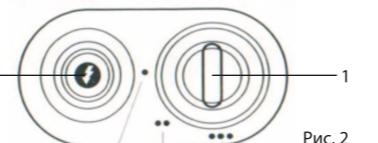

Рис. 2
#### Панель управления (рис. 2)
- Нажмите и плавно поверните ручку регулировки газа на панели управления в положение (\*) (рисунок 2). Продолжайте удерживать в нажатом положении ручку регулировки газа в течение 20-30 секунд. Одновременно несколько раз нажмите кнопку пьезоподжига, до тех пор, пока не загорится запальная горелка. Каждый раз, как Вы нажимаете на кнопку пьезоподжига, Вы можете слышать громкий щелчок и видеть искру на электроде пьезоподжига. Продолжайте удерживать ручку регулировки газа в нажатом положении в течение 10-15 секунд с момента зажигания факела запальной горелки для активации датчика наличия пламени.